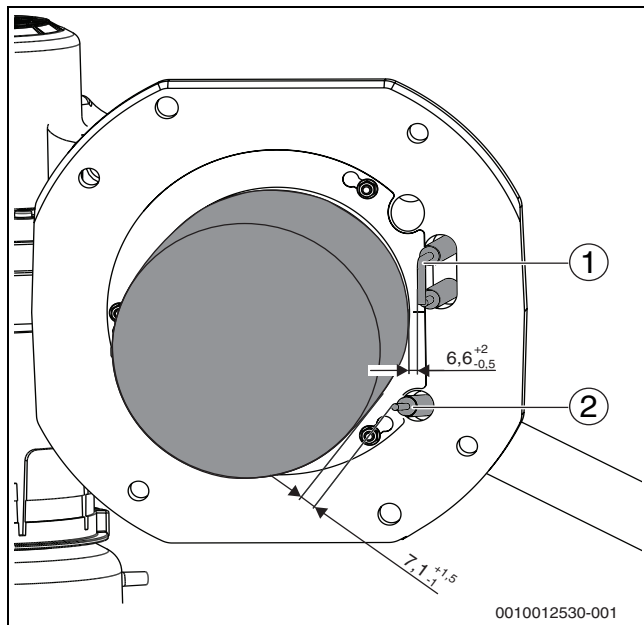

Bild 54 Elektrodenposition (Maße in mm)
- Abstände der Elektroden messen und mit den Vorgaben in Bild 54 vergleichen.